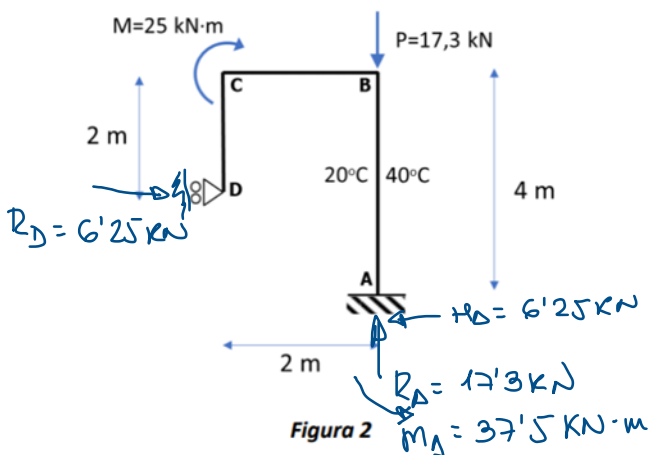

Figura 2
Adicionalmente a la sollicitación térmica anterior, actúan sobre la misma la estructura ABCD una carga puntual P y un momento M, tal y como se indica que se muestra en la Figura 2.
c) Reacciones en los apoyos de la estructura de la Figura 2
d) Representación gráfica acotada de las leyes de esfuerzos axiales, cortantes y flectores de la estructura de la Figura 2
e) Movimientos del nudo C de la estructura de la Figura 2